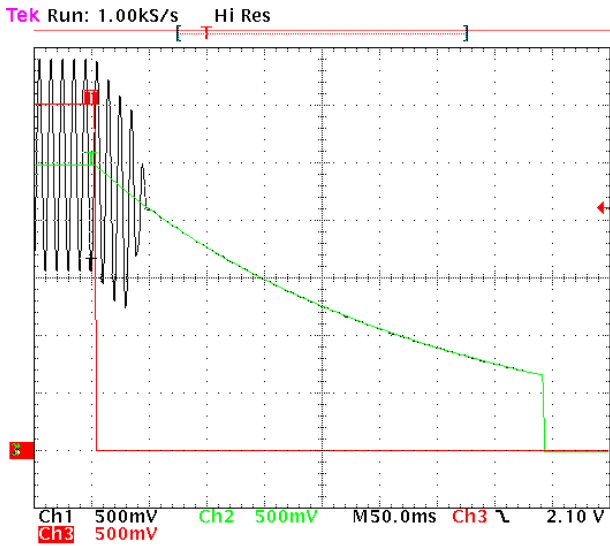

Figure 40. Turning Off Time/ $V_p = 5.0$ V and $F = 100$ Hz
– 385ms後、バイパス電圧が指数的に放電してDC信号が0.7Vに低下します。その後、Figure 40に示すようにグラウンドに接続されます。